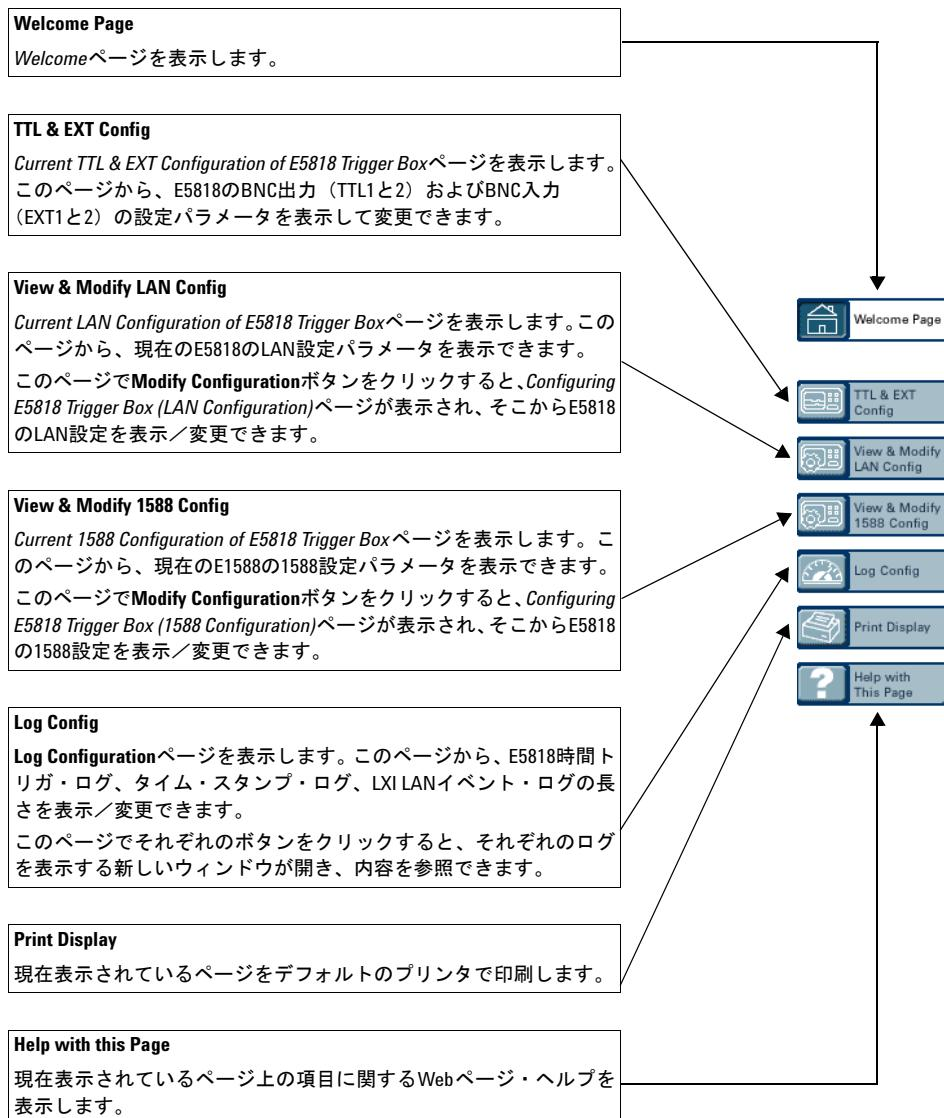

図 14 E5818の現在の設定の概要
*E5818 Web Access*ページの左側のナビゲーション・バーにある該当するアイコンをクリックすることで、下の図14に示す操作を実行できます。